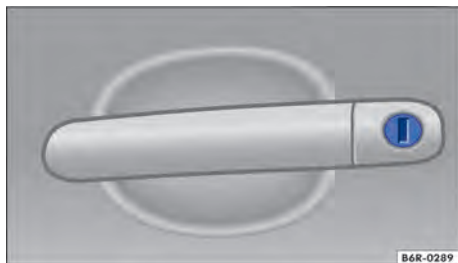

Fig. 47 Maçaneta da porta do condutor com cilindro da fechadura.
- Introduzir a haste da chave no cilindro da fechadura e destravar ou travar o veículo → Fig. 47.